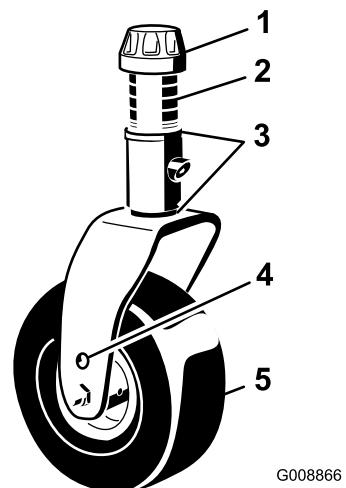
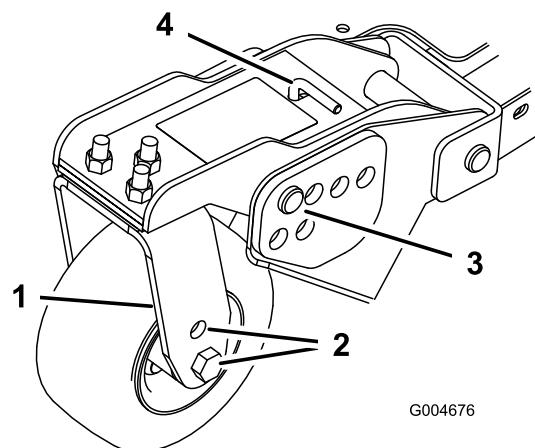
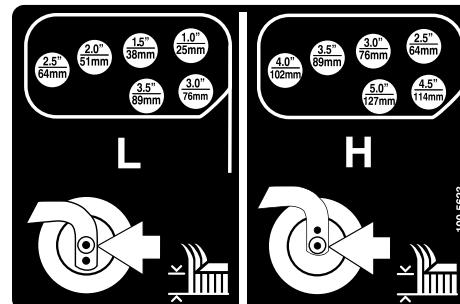

Figure 21
Figure 23
Figure 24
- Placez les essieux des roues pivotantes dans les mêmes trous sur toutes les fourches (Figure 21 et Figure 23).
- Enlevez le chapeau de tension de l'axe de pivot et sortez l'axe du bras de la roue pivotante (Figure 21).
- Enlevez la goupille fendue et les axes de chape des bras pivotants (Figure 23).
- Tournez la tige de tension pour éléver ou abaisser le bras de pivot jusqu'à ce que les trous soient en face de ceux du support de hauteur de coupe sélectionnés dans le cadre du plateau de coupe (Figure 23 et Figure 24).